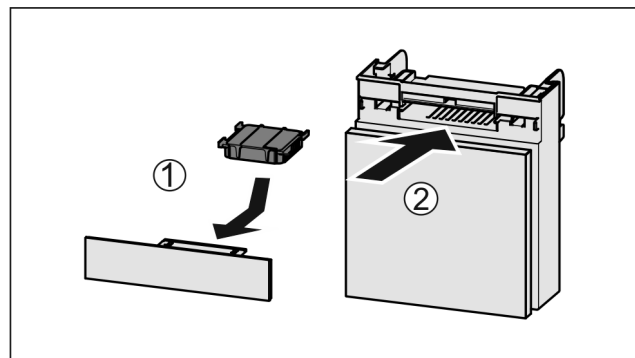

Fig. 76
- Vložte aktívny uhlíkový filter podľa obrázka Fig. 76 (1).
- Zasuňte zásuvku Fig. 76 (2).